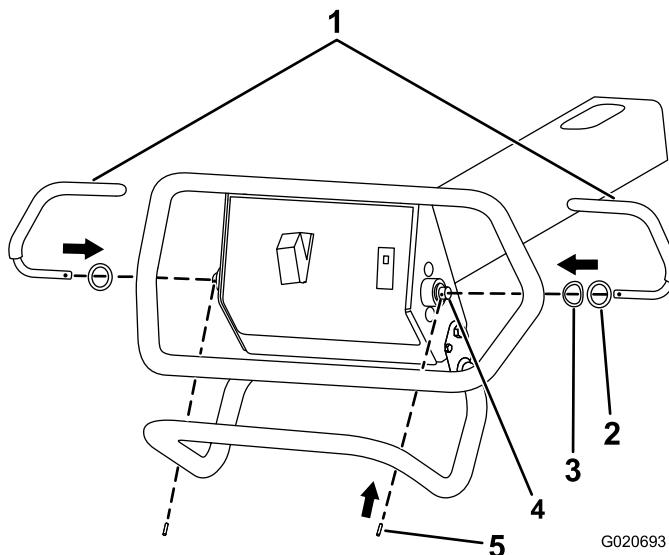

Figura 7
1. Inserite una staffa nell'estremità sinistra dell'asta del perno (Figura 7).
2. Allineate il foro della staffa con il foro dell'asta del perno (Figura 7).
3. Inserite la spina elastica nei fori della staffa e dell'asta del perno (Figura 7).
4. Inserite una staffa nell'estremità destra dell'asta del perno (Figura 7).
5. Allineate il foro della staffa con il foro dell'asta del perno (Figura 7).
6. Inserite la spina elastica nei fori della staffa e dell'asta del perno (Figura 7).